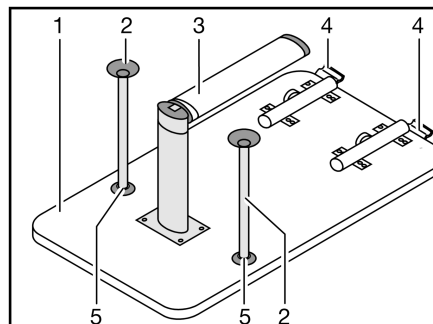

Bild 72 Bettunterbau
- Die Tischplatte (Bild 72,1) vorne ca. 45° anheben.
- Den unteren Teil des Gelenkstützfußes (Bild 72,3) um 90° umklappen. Dazu je nach Modell den unteren Teil des Gelenkstützfußes nach unten ziehen oder den Entriegelungsknopf drücken.
- An der Verriegelung (Bild 72,4) den Entriegelungsknopf drücken.
- Je nach Modell die beiden zusätzlichen Stützfüße (Bild 72,2) in die Aufnahmen (Bild 72,5) an der Unterseite der Tischplatte stecken.